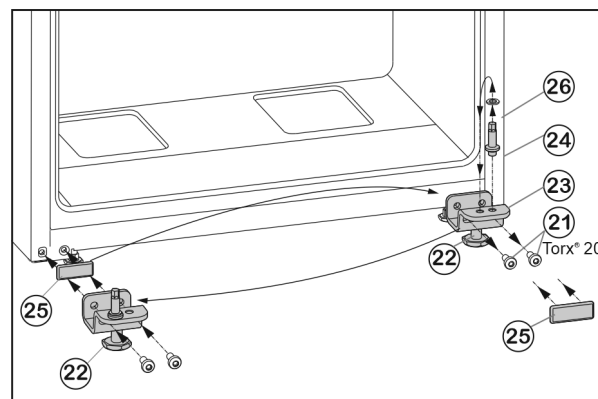

Fig. 7
- Upevňovací šrouby Fig. 7 (21) odšroubujte.
- Vyjměte spodní stojan ložiska Fig. 7 (23) i s ložiskovým čepem Fig. 7 (24), podložkou Fig. 7 (26) a seřizovací nožkou Fig. 7 (22).
- Ložiskový čep Fig. 7 (24) kompletně odšroubujte i s podložkou Fig. 7 (26), přemístěte do protilehlého upínacího otvoru stojanu ložiska a opět přišroubujte.
- Krycí desku Fig. 7 (25) opatrně sejměte a přemístěte ji na protější stranu.
- Spodní stojan ložiska Fig. 7 (23) opět kompletně, i s ložiskovým čepem Fig. 7 (24), podložkou Fig. 7 (26) a seřizovací nožkou Fig. 7 (22), případně s pomocí akumulátorového šroubováku **silou (4 Nm)** našroubujte na nové straně závěsu dveří.
- Spodní dveře nasadíte shora na ložiskový čep Fig. 7 (24).
- Seřizovací nožku Fig. 7 (22) na spodním stojanu ložiska Fig. 7 (23) vytáchejte, až dosedne na zem.